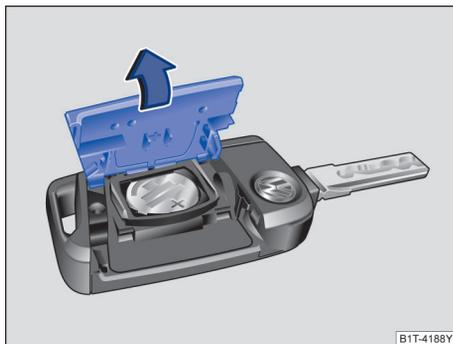

图 52 汽车钥匙：打开电池盒盖
- 用一合适的器具（例如，硬币）沿→图 52 箭头方向拆下汽车钥匙后侧的盖板→①
- 安装电池盖板，然后沿→图 52 箭头相反方向将其扣到汽车钥匙上，直至其卡定。